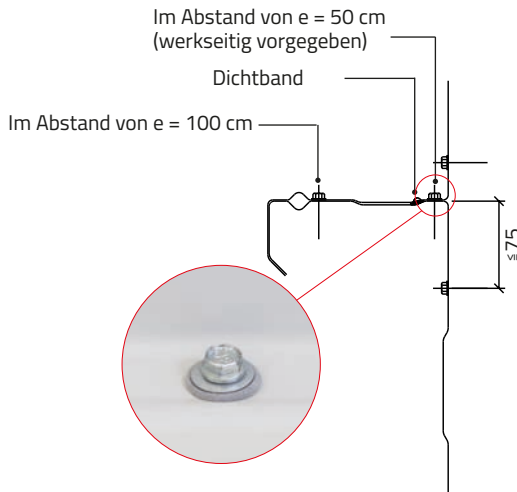

Abb. 71 Befestigung und Verschraubung der Kassetten
- Abb. 71 *Befestigung und Verschraubung der Kassetten (S. 53)*